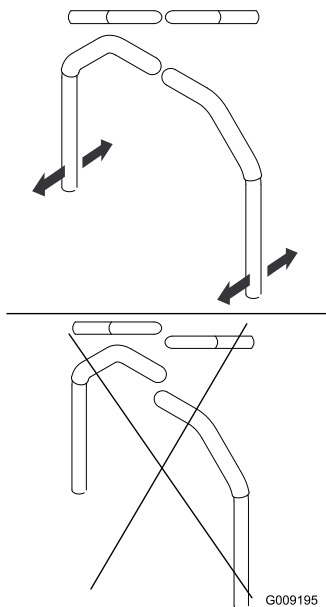

Figure 77
4. Réglez l'alignement avant/arrière des leviers en les plaçant simultanément à la position point mort puis faites-les coulisser jusqu'à ce qu'ils soient alignés, puis serrez les boulons (Figure 77).